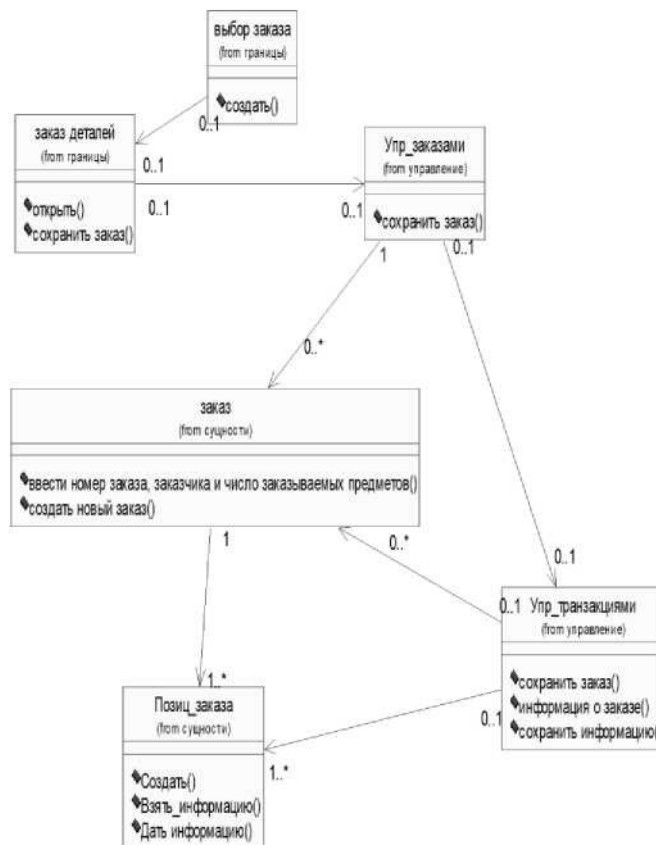

Рис. 10 Ассоциации сценария "Ввести новый заказ"
8. Повторите шаги 4—7, добавив на диаграмму значения множественности для остальных ассоциаций, как показано на рис. 10
Измените имена операций таким образом, чтобы рис.10 преобразовался в рис. 11. Для этого, измените операцию класса *OrderOptions*